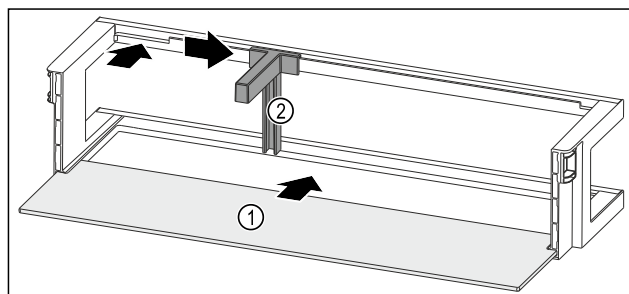

Fig. 88 Balconnet de contre-porte avec tablette de rangement
- Insérer la tablette de rangement Fig. 88 (1) dans les évidements latéraux.
- Insérer le porte-bouteilles Fig. 88 (2) dans l'évidement.
- Pousser le porte-bouteilles Fig. 88 (2) sur le côté en position souhaitée.